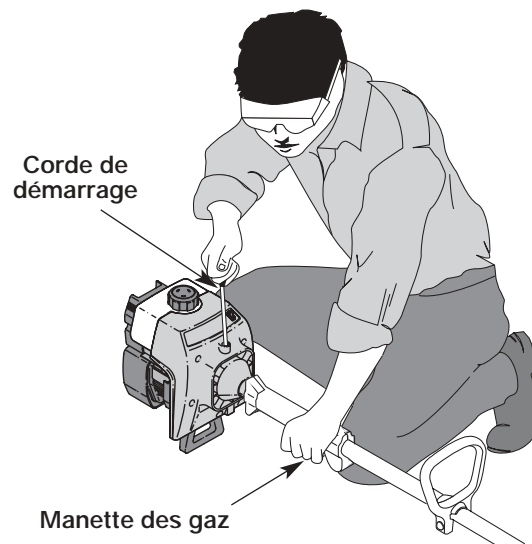

Figure 8
AVERTISSEMENT : évitez tout démarrage accidentel. Tenez-vous en position de démarrage lorsque vous tirez la corde de démarrage (Fig. 8). L'opérateur et l'appareil doivent tous deux être en position stable pour éviter des blessures graves.
5. L'appareil étant prêt à démarrer (Fig. 8), mettez la manette des gaz à pleins gaz. Tirez brusquement sur la corde de démarrage 5 fois de suite, le levier étant en position d'étranglement **MAXIMUM (A |→|)**. Si le moteur essaie de démarrer avant le cinquième tir, passez à l'étape 6.
7. Tirez brusquement sur la corde de démarrage 1 à 3 fois pour démarrer le moteur (Fig. 8).
1. Relâchez la manette des gaz (Fig. 8). Laissez le moteur se refroidir au ralenti.